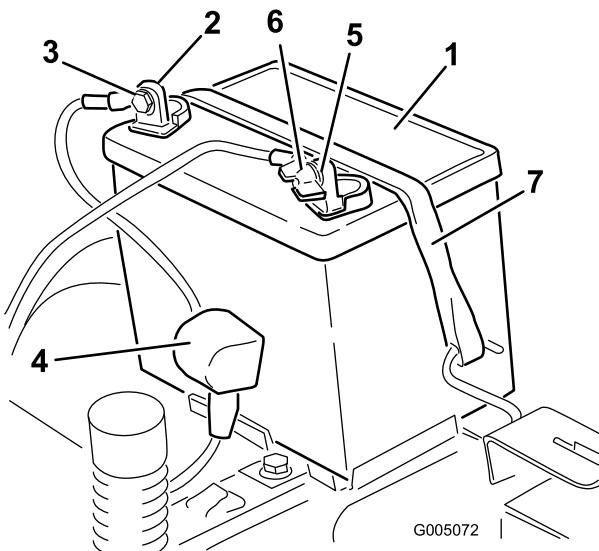

Figura 35
4. Desconecte el cable negativo de tierra (negro) del borne de la batería (Figura 35). Guarde todos los herrajes.
5. Deslice hacia arriba la cubierta de goma del cable positivo (rojo). Desconecte el cable positivo (rojo) del borne de la batería (Figura 35). Guarde todos los herrajes.
6. Retire la correa de sujeción de la batería (Figura 35) y levante la batería para retirarla de su bandeja.
1. Coloque la batería en la bandeja (Figura 35).
5. Fije la batería con la correa de sujeción (Figura 35).